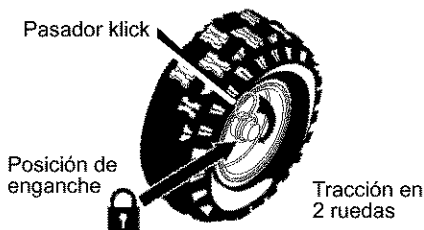

Figura 46
1. La rueda del derecho va asegurada al eje por medio de un pasador de enganche (**pasador klick**). Esta unidad fue despachada con el pasador en la **posición de enganche** (a través del agujero de la rueda). Figura 46.